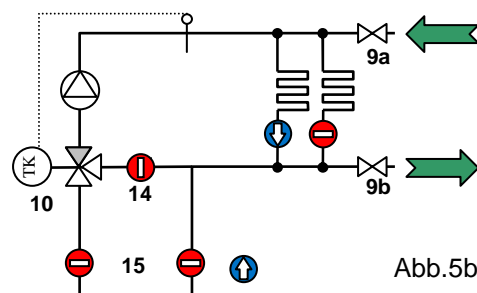

Abb.5b
Do napełniania i płukania pojedynczych obiegów grzewczych podłączyć wąż napełniający do zasilania (9a) i wąż spustowy do powrotu(9b) (Abb.5b). Otworzyć płukany obieg i zawory (9a und 9b). Obieg grzewczy przepłukiwać w kierunku przepływu, dopóki powietrze i ewentualne nieczystości nie zostaną kompletnie usunięte z obiegu. Zawór zwrotny (14) w bypasie uniemożliwia krótkie spięcie podczas płukania.